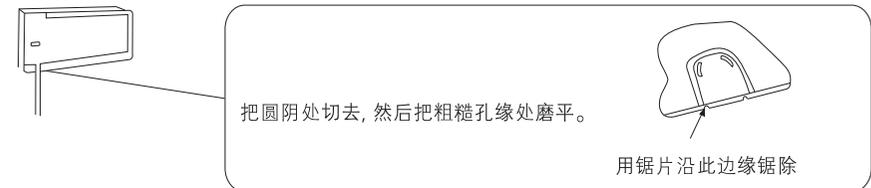

图8
(2) 如铜管是从左边或下边引出时,应扳去左边的出管板,或把下盖板上如下图所示部位锯除,然后把铜管塞进。(图8)